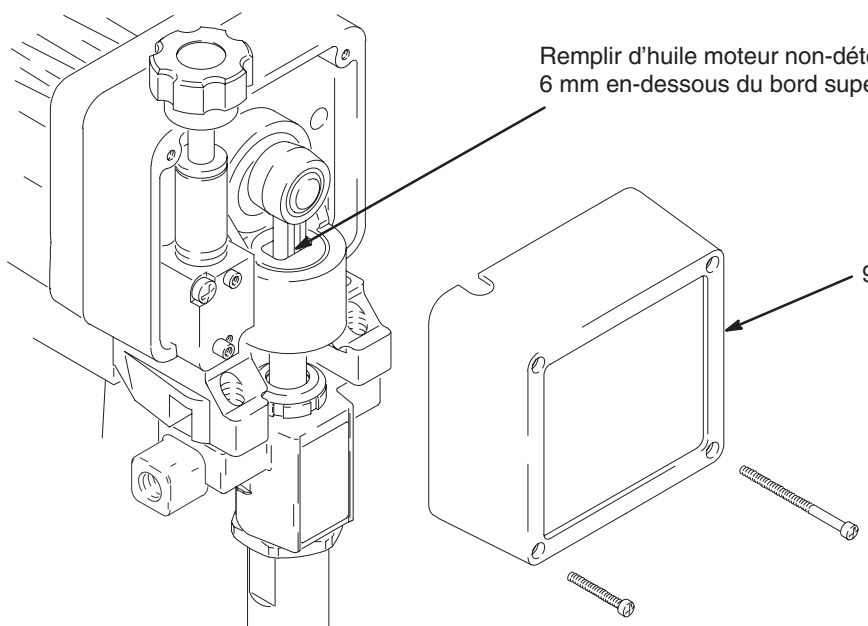

Fig. 7
TOUS LES MOIS: Retirer le capot avant (9) et remplir la cavité de la bielle d'huile moteur non détergente jusqu'à 6 mm en-dessous du bord supérieur. Voir Fig. 7.